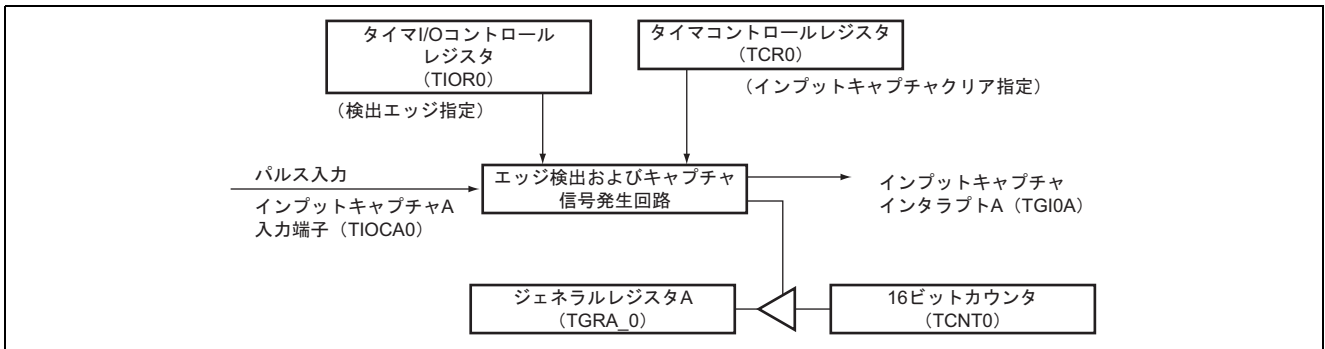

図 2 パルスの High および Low 幅測定ブロック図
- (1) 本タスク例では、TPU0 を使用してパルスの High および Low 幅を測定します。
- (a) 図 2 に TPU0 のブロック図を示します。本タスクでは、以下の機能を使用します。